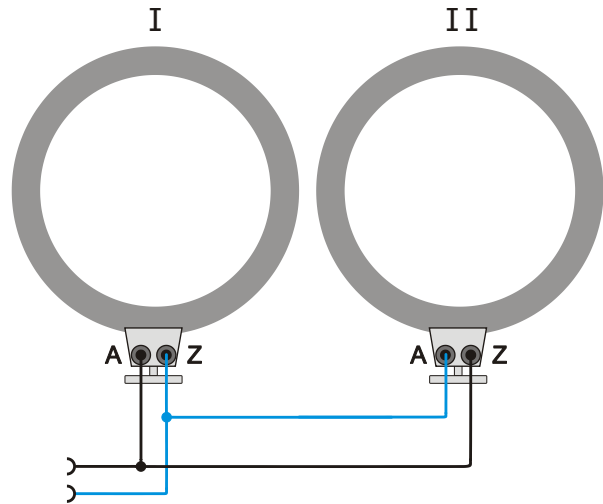

Fig. 3.2 Montage en parallèle
- En cas de montage en série, relier la douille A de la bobine 1 à la douille Z de la bobine 2 et la douille Z de la bobine 1 à la douille A de la bobine 2 (voir fig. 3.2).